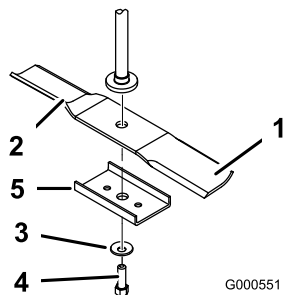

Figura 39
Tenete l'estremità della lama con un cencio o un guanto bene imbottito. Togliete il bullone, la rondella curva, il rinforzo della lama e quest'ultima dall'asse del fusello (Figura 39).
1. Montate la lama sull'asse del fusello (Figura 39).
2. Montate il rinforzo della lama, la rondella curva (lato concavo verso la lama) ed il bullone della lama (Figura 39).